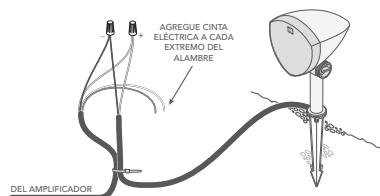

Figura 4
- Empezando por el altavoz más alejado del amplificador, pele 3/4 de pulgada de aislamiento en el extremo cortado de los cables de entierro para el canal de amplificador apropiado, según las tablas siguientes; a continuación, pele el aislamiento de los extremos del cable flexible del altavoz correspondiente. Envuelva los cables no utilizados en cinta eléctrica para protegerlos de la humedad y los cortocircuitos (ver figura 4).
- Conecte el cable de entierro al cable flexible del altavoz con una brida de alambre (ver figura 4).